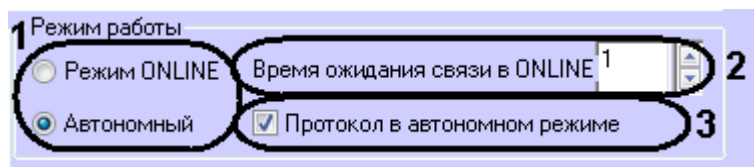

Рис. 3.4—1 Настройка режима работы контроллера
1. Выбрать необходимый режим работы контроллера, установив переключатель в соответствующую позицию (Рис. 3.4—1, 1).
2. Если был выбран режим online, указать таймаут опроса между Сервером и контроллером в секундах в поле **Время ожидания связи в ONLINE** (см. Рис. 3.4—1, 2). Если в режиме online Сервер ПК *ACFA Intellect* превысил время ожидания опроса, то контроллер переходит в автономный режим.
3. Если был выбран автономный режим, установить флажок **Протокол в автономном режиме** (см. Рис. 3.4—1, 3). В этом случае в Протоколе событий ПК *ACFA Intellect* будут отображаться события о проходах.